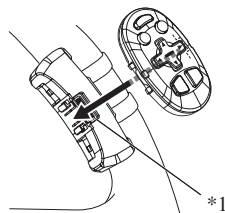

Fig. 18
5. Installare il comando a distanza nell'apposito supporto. (Fig. 18)